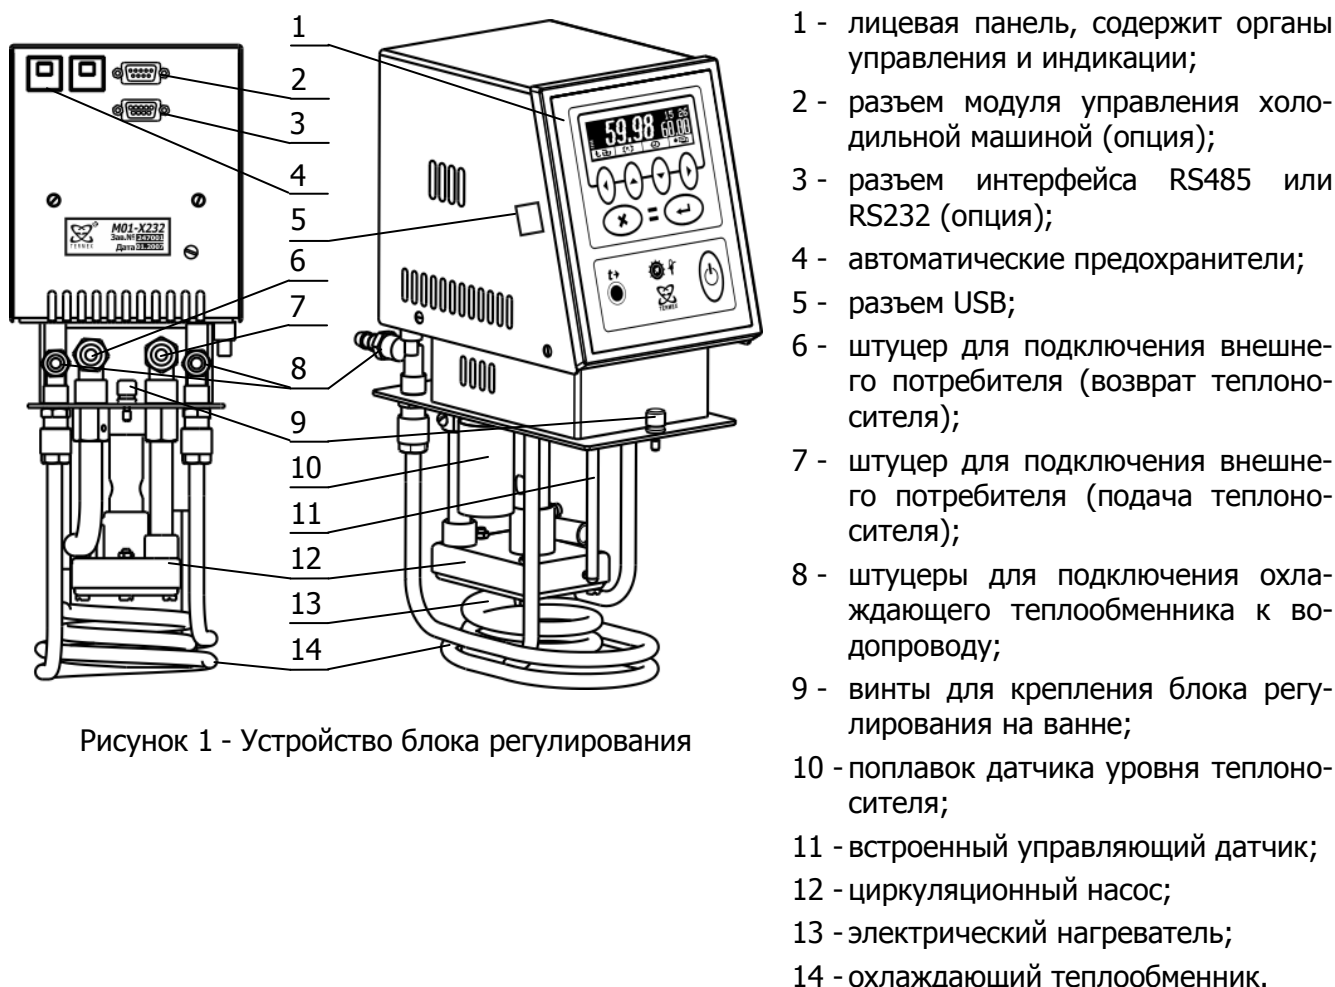

Рисунок 1 - Устройство блока регулирования
1.4.2 Работа блока регулирования заключается в поддержании заданной температуры теплоносителя, циркулирующего в ванне термостата, а также, во внешнем потребителе в случае его подключения. Циркуляция теплоносителя обеспечивается насосом 12 (рисунок 1). По-
Для работы при температурах, близких к окружающей, необходимо обеспечить дополнительное охлаждение с помощью теплообменника 14 (рисунок 1). Для этого штуцеры теплообменника 8 подключить к водопроводной сети или специальному холодильному устройству. Поток охлаждающей жидкости должен быть равномерным и, по возможности, небольшим.
В процессе работы блока регулирования на дисплее 15 отображается температура теплоносителя, значение уставки (задание), мощность нагрева, текущее время и дополнительная служебная информация. Установка режимов работы блока регулирования осуществляется органами управления, расположенными на лицевой панели 1 (рисунок 1).
2.2.1 Установить блок регулирования на ванне так, как указано в руководстве по эксплуатации термостата и закрепить винтами 9 (рисунок 1).